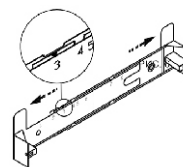

рис. 5
6.3 Крепление кронштейна к стене (рис. 5, 6).
- прежде чем прикрепить кронштейн к стене, необходимо выставить его на нужный размер (равный ширине верхней фальштрубы) (рис.5). Увеличьте размер кронштейна (если это необходимо) и установите фиксатор напротив соответствующей цифры.